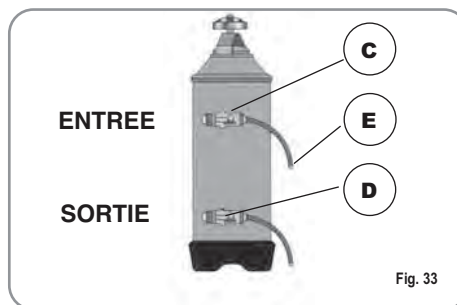

Fig. 33
1) Eteindre la machine et placer un récipient d'une capacité d'au moins 5 litres sous le tube E (Fig. 33).